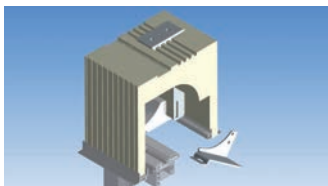

Bild 42
Schritt 3: Fahren Sie den Rolladenpanzer vollständig herunter und öffnen Sie die Revisionsblende (siehe Seite 07). Führen Sie den unteren Teil der Statikkonsole durch die offene Revisionsblende ein und stecken Sie die Lasche in die dafür vorgesehene Fräsung durch das Bodenprofil in das **Statikprofil** (Bild 42 - 44). Es ist darauf zu achten, dass diese Verbindung auf jeden Fall zum Statikprofil erfolgt und die Lasche nicht nur zwischen Bodenprofil und Statikprofil eingeklemmt ist (Bild 45). Bei korrektem Sitz kann die Statikkonsole nicht hin und her wackeln.